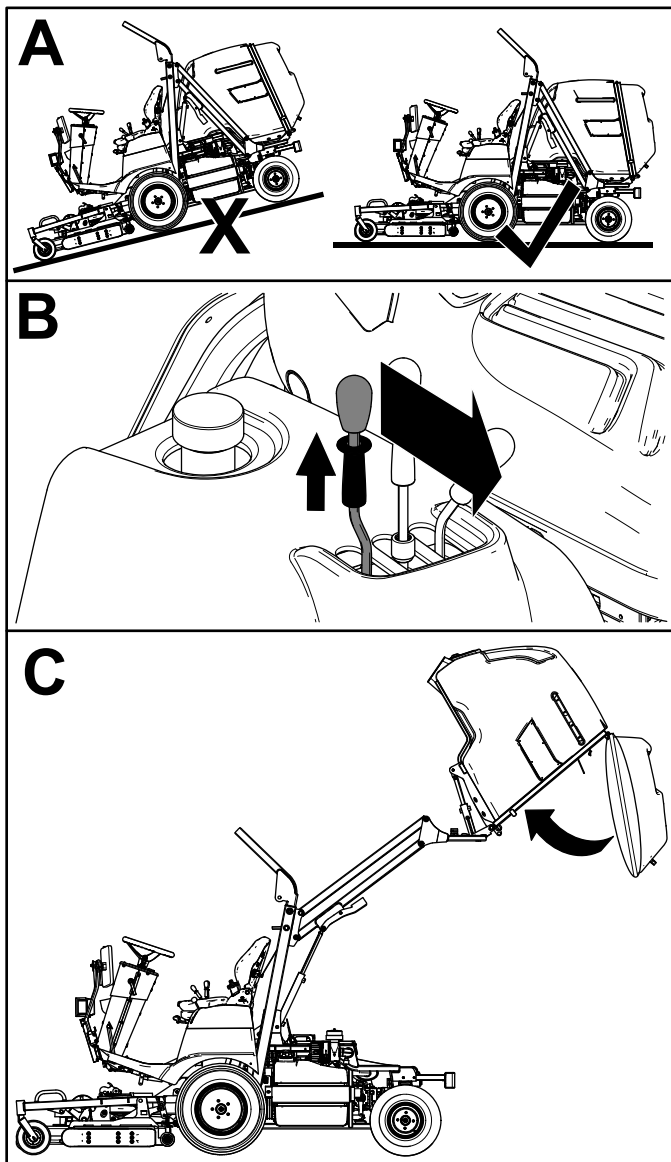

Figura 26
2. Tras el vaciado, tire hacia arriba del collarín de bloqueo en la palanca de vaciado de la tolva y mueva la palanca hacia delante para cerrar la tolva (Figura 26).